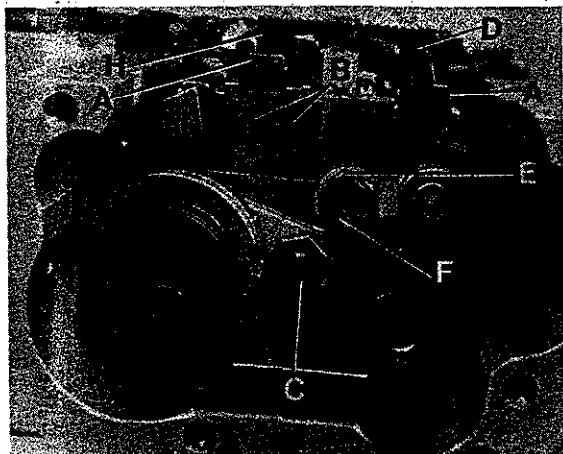
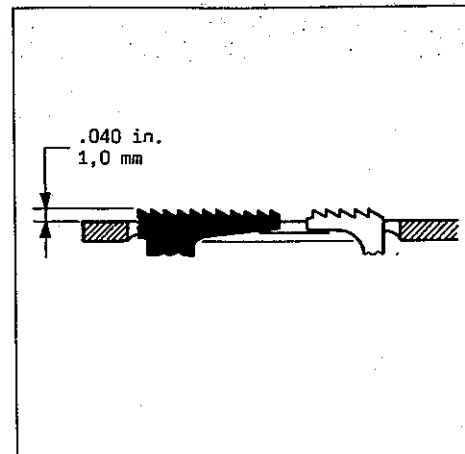

Fig.31
Fig.32
Assemble the main feed dog (H, Fig. 31) and the differential feed dog (D), tighten fastening screws (A) slightly. Insert the throat plate support with throat plate on the cylinder arm and center the feed dogs across-the-line-of-feed in the throat plate slots to have equal clearance on all sides. Now tighten screws (A) firmly. Turn pulley until the feed dogs are at their highest point of travel. In this position, the main feed dog and the differential feed dog should be set to rise approximately 1,0 mm (.040 in.) above throat plate (see Fig. 32). For setting loosen screws (B, Fig. 31) and position the feed dog holders with the feed dogs to the correct height. Tighten screws (B).
Montieren Sie den Haupttransporteur (H, Fig. 31) und den Differentialtransporteur (D), ziehen Sie die Befestigungsschrauben (A) nur leicht an. Stecken Sie den Stichplatten-träger mit Stichplatte auf den Zylinderarm und vermitteln Sie die Transporteure seitlich in den Stichplattenschlitzen so, daß sie an allen Stellen freigeihen. Ziehen Sie die Schrauben (A) danach gut an. Drehen Sie an der Handrad-Riemenscheibe bis die Transporteure in der höchsten Stellung sind. In dieser Stellung sollen der Haupttransporteur und der Differentialtransporteur etwa 1,0 mm über die Stichplattenoberfläche ragen (siehe Fig. 32). Zur Einstellung lösen Sie die Schrauben (B, Fig. 31) und schieben die Transporteurhalter mit den Transporteuren auf die gewünschte Höhe. Ziehen Sie die Schrauben (B) an.
In-line-of-feed the differential feed dog can be set to the front or to the rear to clear equally between the main feed dog and the front end of throat plate slot. For adjustment loosen screw (F, Fig. 31) and rotate eccentric (E) in operating direction until the correct setting is obtained. Retighten screw (F).
Also the main feed dog (H, Fig. 31) can be set slightly in-line-of-feed to the front or rear in the throat plate slots, if required. Loosen nut (C) and move the feed dog accordingly. Retighten nut.
In Transportrichtung kann der Differentialtransporteur entsprechend vor- oder zurückgestellt werden, damit er zwischen dem Haupttransporteur und dem vorderen Schlitzende der Stichplatte gleichmäßig freigeht. Zur Einstellung lösen Sie die Schraube (F, Fig. 31) und drehen den Exzenter (E) in NÄHRrichtung, bis die richtige Einstellung erreicht ist. Ziehen Sie die Schraube (F) wieder an.
Auch der Haupttransporteur (H, Fig. 31) kann, bei Bedarf, in Transportrichtung in den Stichplattenschlitzen geringfügig vor- oder zurückgestellt werden. Lösen Sie die Mutter (C) und verschieben Sie den Transporteur entsprechend. Ziehen Sie die Mutter wieder an.